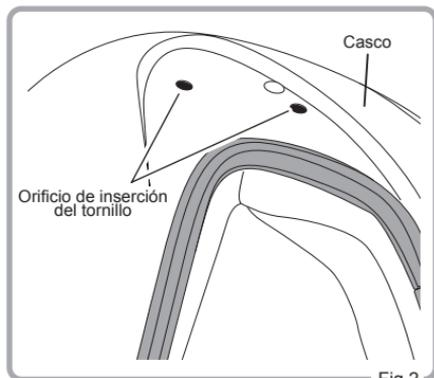

Fig.2
2. Coloque el trinquete de la visera en el espacio hueco del lateral del casco, y alinee los orificios de montaje del trinquete con los orificios de montaje del casco (Fig. 2).